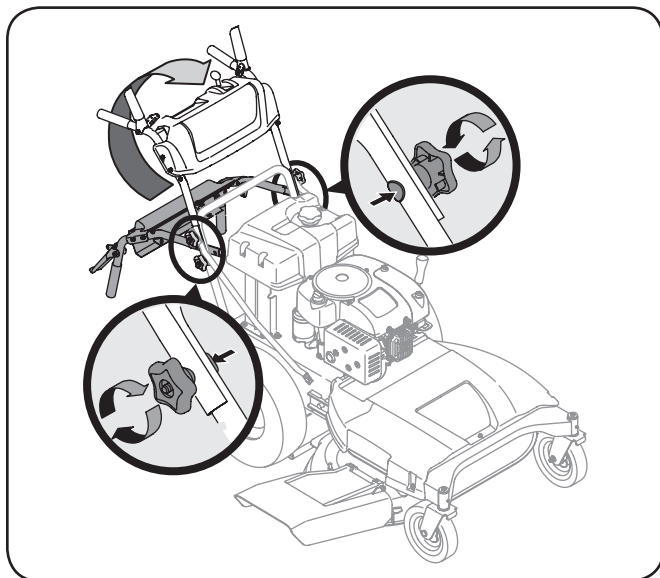

Figure 3-4
2. Gire la manija superior a la posición de funcionamiento. Tenga cuidado de no prensar los cables. Vea Figure 3-4.
4. Ajuste las perillas en estrella superiores e inferiores y los tornillos del carro para asegurar la manija superior a la inferior. Vea Figure 3-4.